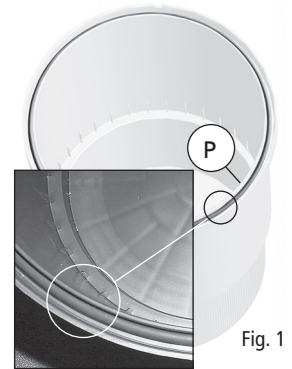

Fig. 1
- Antes de la primera puesta en marcha, es necesario instalar la junta tórica de la tapa del filtro (P), suministrada en una bolsa de polietileno aparte. La junta tórica debe introducirse correctamente en su base en la parte superior del cartucho filtrante (fig. 1).